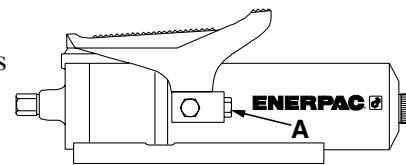

Figura 3
1. Vea la Figura 3. Quite el tapón de tubería del conector giratorio hidráulico tipo hembra con roscas de $\frac{3}{8}$ " NPTF (A) e instale el extremo macho de un adaptador hidráulico con roscas de $\frac{3}{8}$ " NPTF. El adaptador puede ser un adaptador para manómetro, manguera o acoplador de alto caudal.